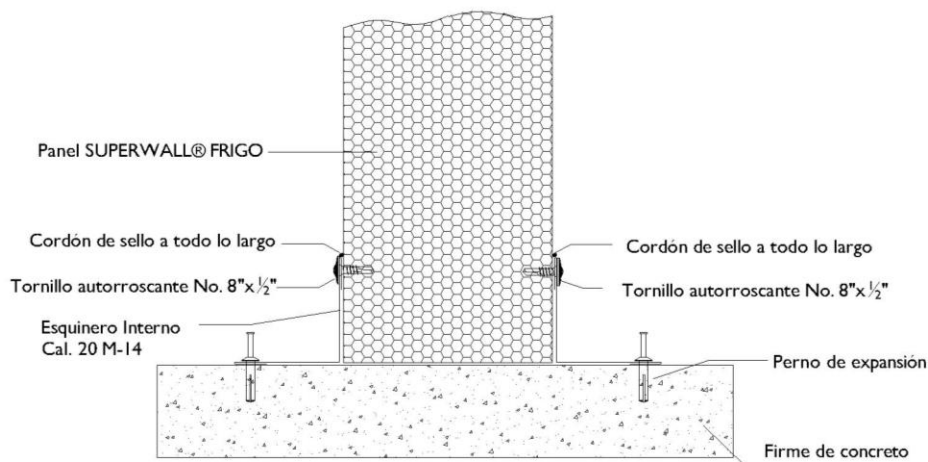

Fig. 4
- 4.3.3** Determine la secuencia de instalación, haga los trazos e instale perfectamente nivelado el perfil contra el piso, aplicando previamente un doble cordón de sellamiento de Butilo y fijelo con pernos de anclajes expansivos para la placa de concreto. En el caso en el cual se hace el montaje sobre una estructura de soporte, la fijación se efectúa con tornillos autorroscantes. (Fig. 4)